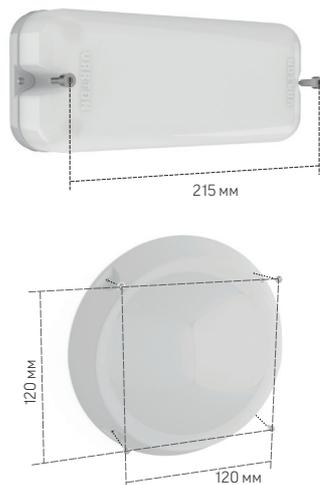

Рисунок 1
- ▶ Монтаж светодиодного светильника ВАРТОН® должен быть произведен так, чтобы обеспечить надежную фиксацию и удобную схему расположения светильников (см рисунок 1);